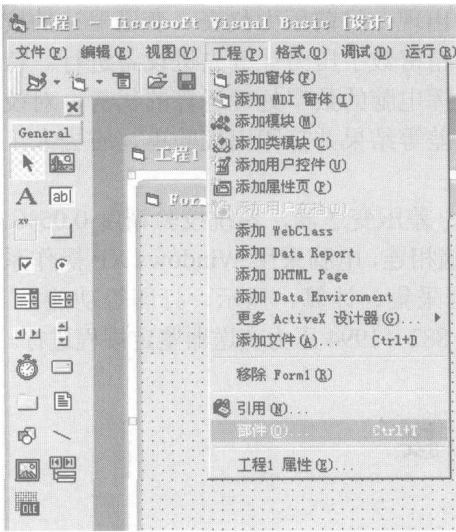
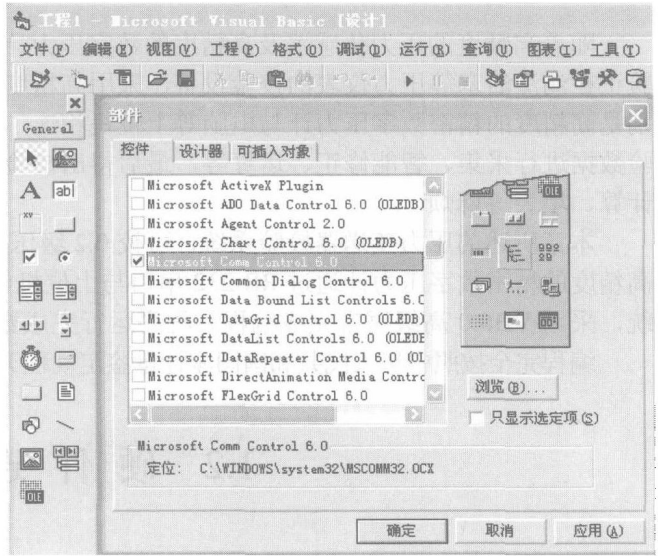

图 1.2 点击“工程(P)”出现的画面
图 1.3 点击“部件(O)”出现的画面
- ① 启动 VB6.0 进入编辑画面后，点击“工程(P)”出现图 1.2 画面。
- ② 在图 1.2 画面下点击“部件(O)”出现图 1.3 画面。
- ③ 在图 1.3 画面下选“Microsoft Comm Control 6.0”。